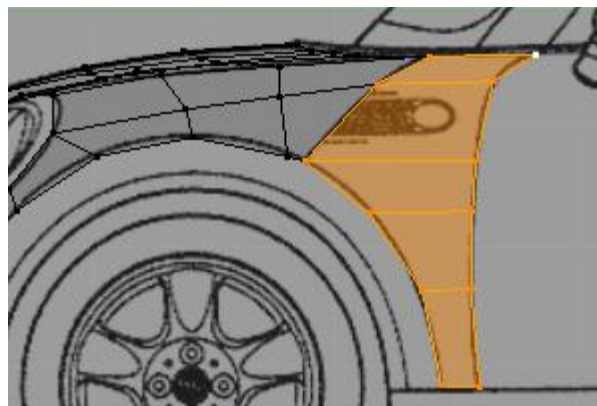

Figura 4.41
45. Adapte a posição dos novos vértices à linha da porta, **[G]>[Z]**, figura 4.41.